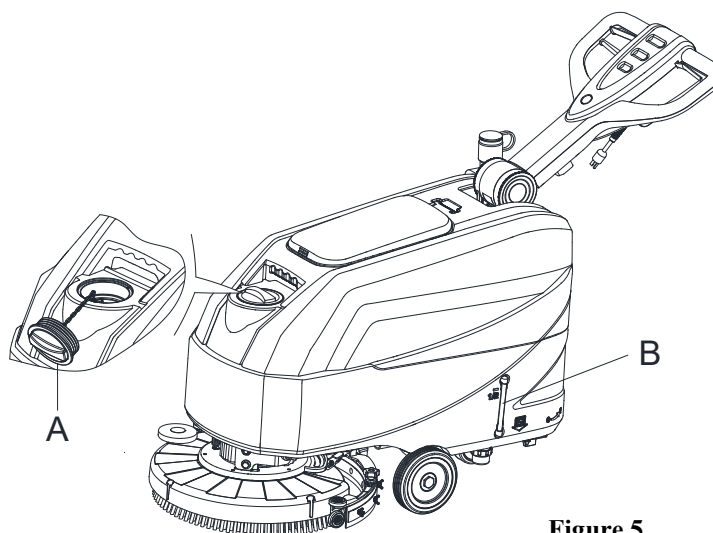

Figure 5
- Ouvrez le couvercle d'entrée d'eau (A, Figure 5).
- Ne remplissez pas trop le réservoir, et surveillez l'indicateur de niveau d'eau (B, Figure 5) pour connaître le volume d'eau.